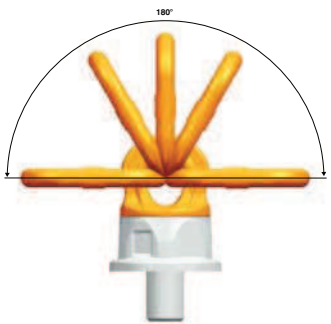

Bild 1: erlaubte
Belastung: Tragfähigkeit lt. Prüfzeugnis bzw. Tragfähigkeitstabelle in den angegebenen Zugrichtungen – siehe Bild 1.
Sonstiges: Die Anschlagpunkte sind zwar kugelgelagert, aber um ein Verklemmen des Ringes zu vermeiden wird empfohlen, den Ring vor der Belastung in die erlaubte, erforderliche Zugrichtung auszurichten (Bild 1). Dies gilt insbesondere beim Heben der Last mit Mehrstranggehängen.
- Belastung darf nur in der vorgegebenen Richtung (siehe Bild 1) mit der Tragfähigkeit lt. Tabelle erfolgen.
- Zugrichtung nicht im vorgegebenen Bereich lt. Bild 1 liegt.